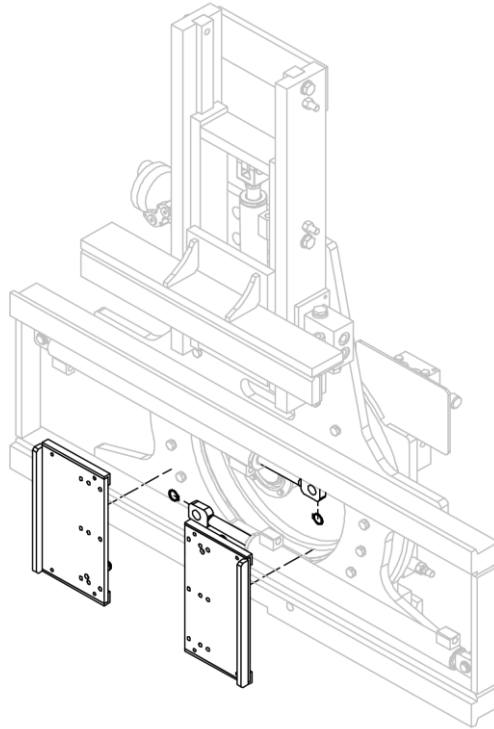

Figura 34
3. Rimuovere dall'attrezzatura i piattelli delle forche, dopo aver rimosso i relativi anelli elastici che li vincolano ai cilindri (vedi *Figura 34*).